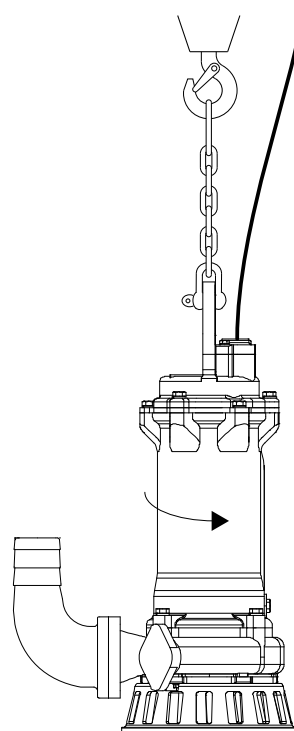
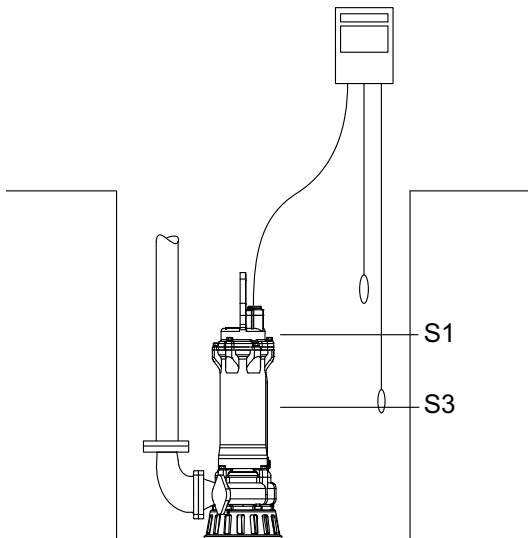

Рис. 10 Проверка направления вращения
Рис. 11 Уровень жидкости
- в переменном режиме с частичным погружением насоса, S3. См. рис. 10.
В данном режиме насос может работать непрерывно без остановки для охлаждения, см. рис. 11. При полном погружении насос достаточно охлаждается окружающей перекачиваемой средой. Смотрите также рис. 10.
В этом режиме насос частично погружен в перекачиваемую жидкость, т.е. уровень жидкости должен быть не ниже середины корпуса электродвигателя. См. рис. 10.